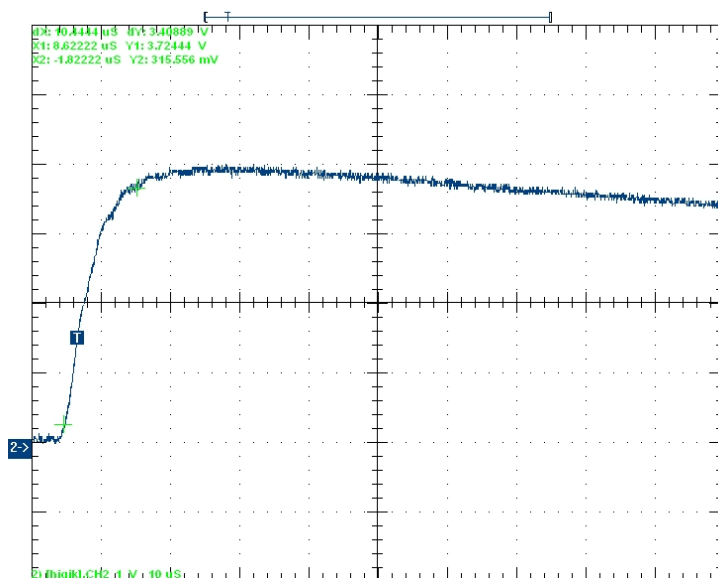
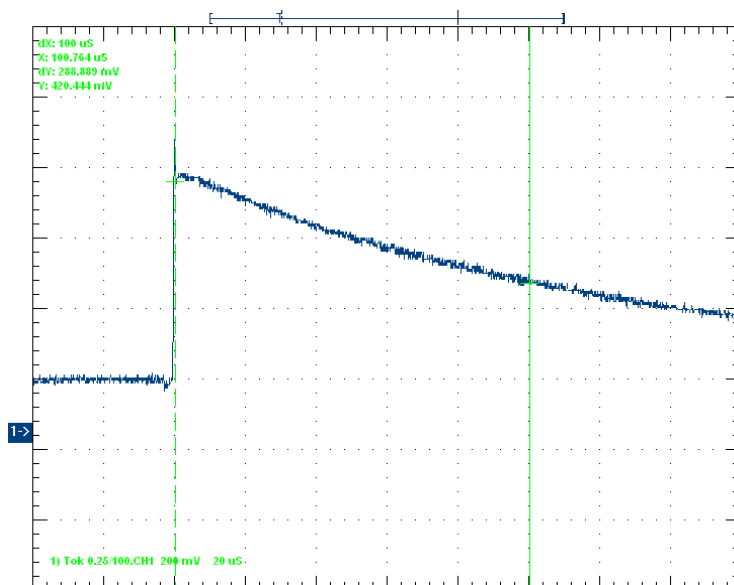

Рис. 1-7. Первый импульс тока молнии (длительность фронта импульса 10 мкс, длительность импульса на полувысоте 350 мкс).
Рис. 1-8. Последующий импульс тока молнии (длительность фронта импульса 0.25 мкс; длительность импульса на полувысоте 100 мкс).
- расчет импульсных разностей потенциалов при молниевом разряде. Расчет может выполняться для двух типов импульсов – 10/350 мкс (см. Рис. 1-7) и 0.25/100 мкс (см. Рис. 1-8);